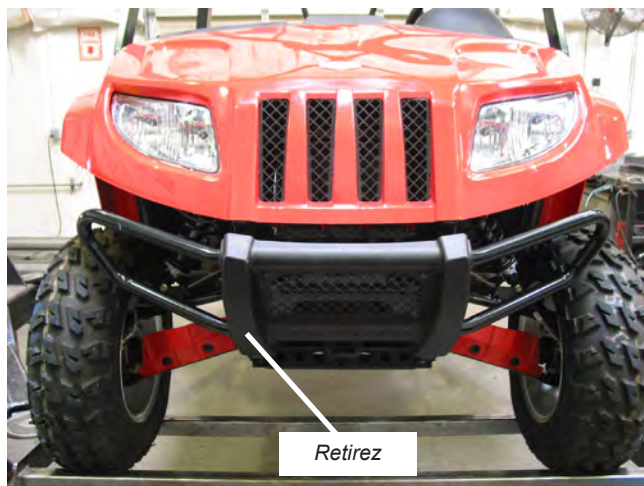

Figure 1
1. Le véhicule doit être préparé avant d'installer le kit de montage de lame. Retirez la grille de protection en plastique. Voir la figure 1.